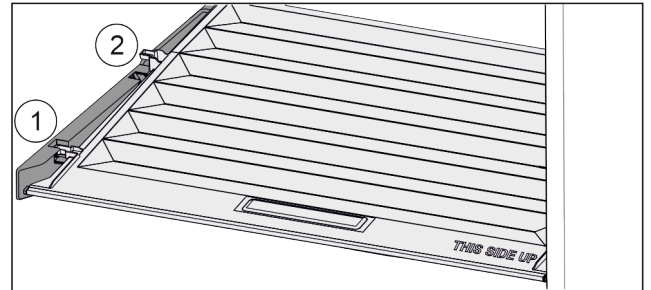

Fig. 106
- Deckel bis zur Öffnung in den Halteteilen nach vorne ziehen Fig. 106 (1).
- Hinten von unten anheben und nach oben wegnehmen Fig. 106 (2).